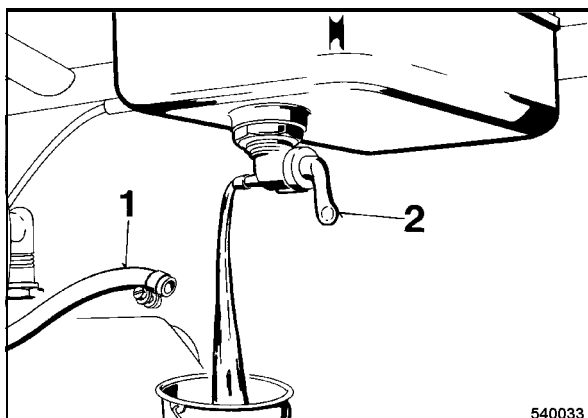

Fig. 42
- Separar el tubo flexible de combustible 1 (Fig. 42) de la llave de combustible (2). Abrir la llave de combustible y descargar el combustible.
- Desenroscar la llave de combustible (2).